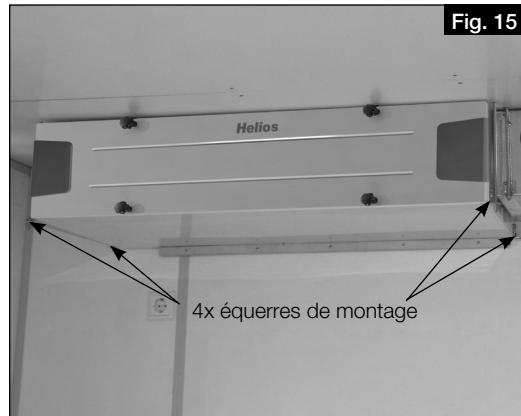
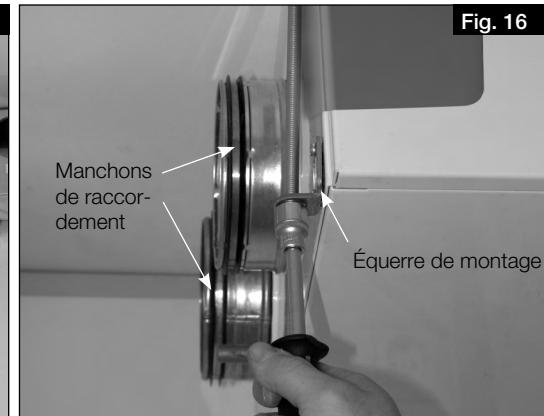

Fig. 15
Fig. 16
2. Fixer l'équerre de montage avec des amortisseurs de vibrations (4x ; inclus dans la livraison) aux parois inférieures avec des vis (voir Fig. 15 et Fig. 16).
3. Fixer l'unité au plafond à l'aide de tiges filetées M8 (voir Fig. 16).